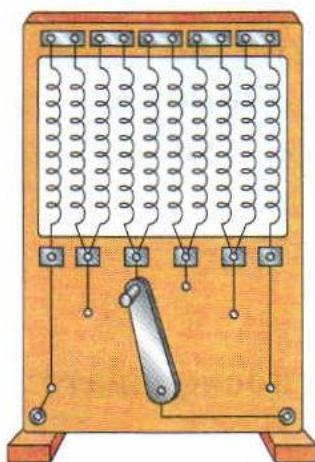

Рис. 77
- Если каждая спираль реостата (см. рис. 77) имеет сопротивление 3 Ом, то какое сопротивление будет введено в цепь при положении переключателя, изображённом на рисунке? Куда надо поставить переключатель, чтобы с помощью этого реостата увеличить сопротивление цепи ещё на 18 Ом?